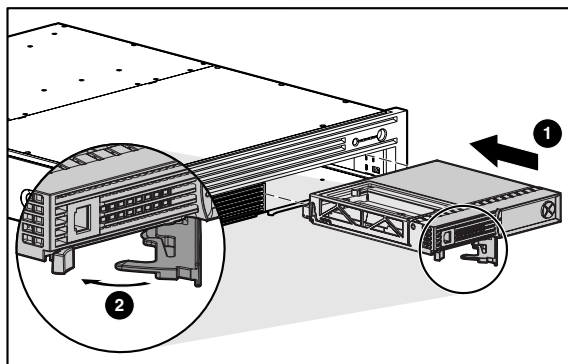

Figure 7 : Installation du contrôleur
2. Poussez le contrôleur dans le châssis aussi loin que possible ❶ et appuyez sur le loquet vers l'intérieur jusqu'à ce qu'il soit de niveau avec le panneau avant ❷, comme le montre la Figure 7.